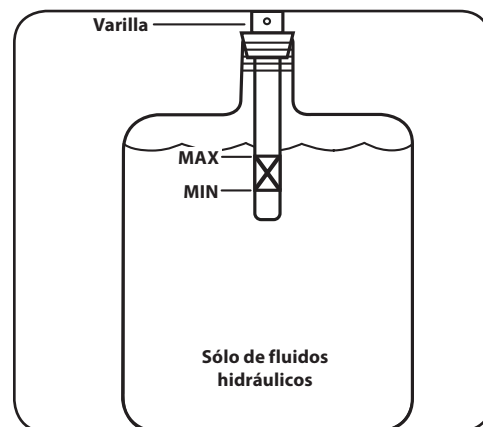

Figura 5-4
13. Vuelva a llenar el depósito dentro de los límites marcados en la varilla. Vea la Figura 5-4.